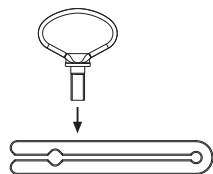

Fig. 18
- Montare lo strumento estrattore, vedere Fig. 18.